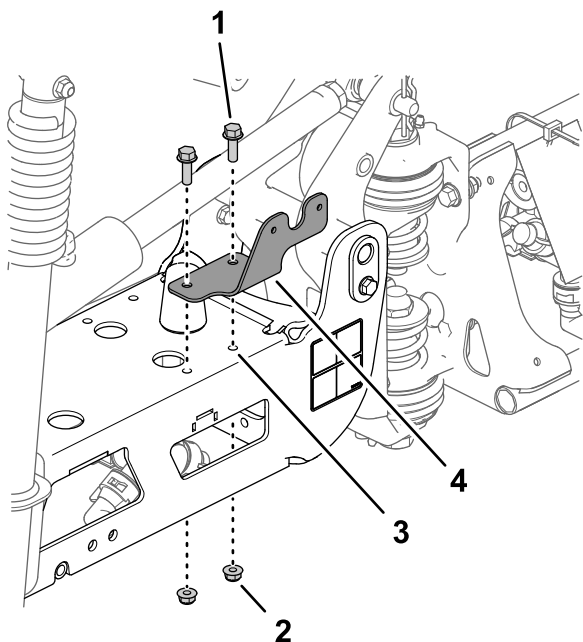

Figura 56
1. Alinhe os furos no suporte da luz traseira com os dois furos de 8 mm na armação da secção da rampa central (Figura 56).
2. Monte o suporte da luz traseira na armação (Figura 56) com os dois parafusos de cabeça flangeada (5/16 x 1 pol.) e duas porcas de bloqueio flangeadas (5/16 pol.).